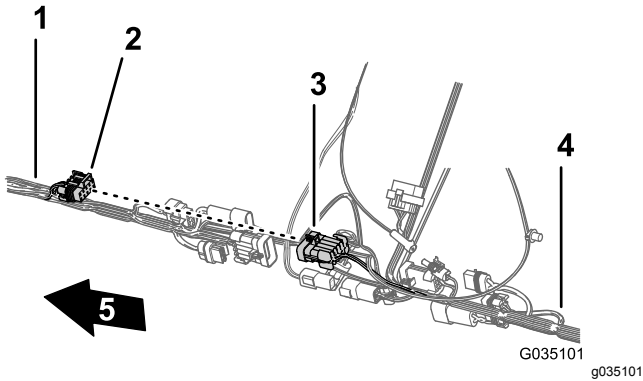

Bild 87
- Stecken Sie den 10-Buchsen-Stecker des vorderen Kabelbaums für die Sprühfahrzeug-Kabelbaumverbindung in den 10-Stift-Stecker des hinteren Kabelbaums für die Sprühfahrzeug-Kabelbaumverbindung (Bild 87).